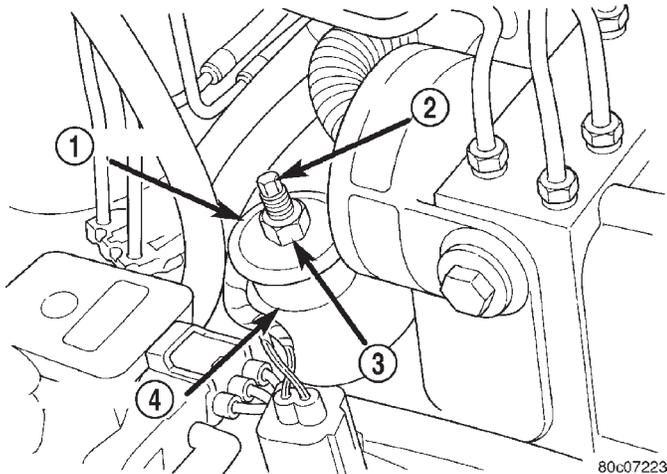

Abb. 2 Obere Stoßdämpferbefestigung
(1) Mutter, Sicherungsring und Gummitülle vom Gewindebolzen des Stoßdämpfers im Motorraum abbauen (Abb. 2).